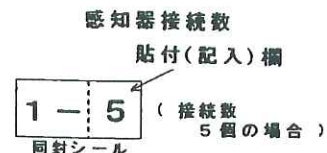

図5 感知器番号1のシール例
(1) 試験結果表示灯⑥が緑色表示になったとき（正常にデータが書込まれたとき）
- ・感知器番号が1番のとき、感知器番号/接続数データ表示③に感知器番号と接続数データとが交互に表示されます。
(2) 試験結果表示灯⑥が赤色表示になったとき（データ書込みに異常があったとき）
- ・感知器番号/接続数データ表示③に「E」が表示されます。
5. 感知器番号シールの貼付け (図5 参照)